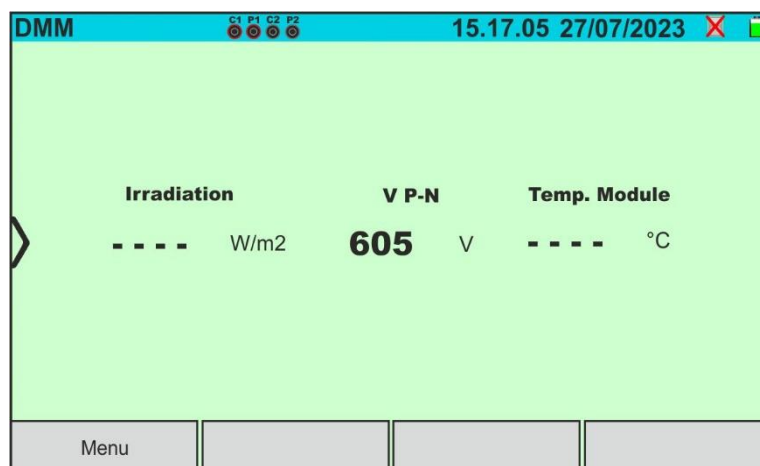

Fig. 14: Écran de mesure fonction DMM (SOLAR03 débranché)
3. Appuyez sur l'icône « **Valeurs** » sur la deuxième page du menu général. La valeur de la tension CC V P-N est affichée à l'écran comme indiqué dans la suivante Fig. 14. Appuyer sur la touche « Menu » pour revenir au menu général